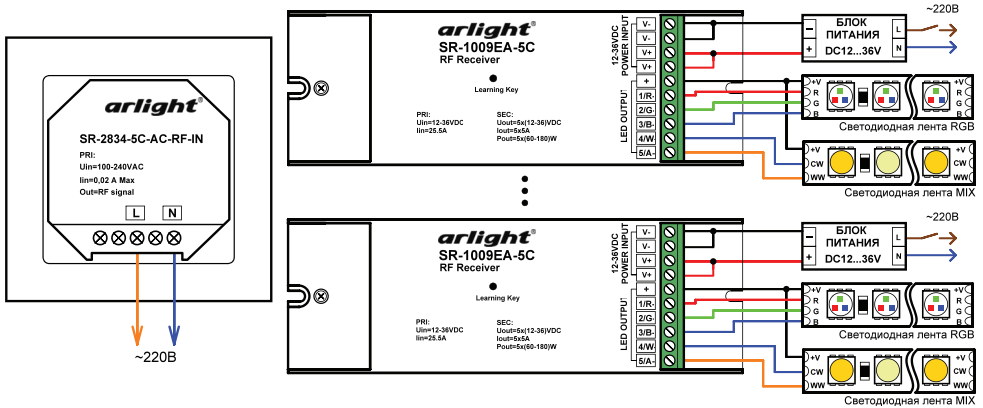

Рис.3. Схема подключения оборудования на примере контроллеров SR-1009
- 3.6. Подключите контроллеры и светодиодную ленту (подробнее, см. инструкции к используемому оборудованию). Пример подключения оборудования приведен на Рис.3.